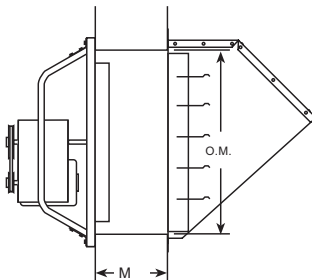

Figure 5 — Pose murale directe
3. La Figure 5 montre une pose murale directe.